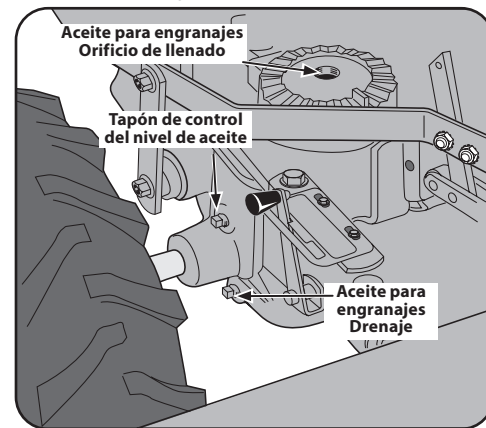

Figura 5-8
- Con una llave de $\frac{3}{4}$ " (o una llave de cubo), retire el perno que sujeta la base del manillar a la parte superior de la transmisión (apuntele primero los manillares para evitar que se caigan). Luego, desenchufe el receptáculo del arnés de cables del Interbloqueo de avance en la parte inferior de los manillares. Deje apartados sobre una superficie limpia la base del manillar y el perno. El orificio del perno en la parte superior de la transmisión es el orificio de llenado de aceite para engranajes. Consulte la Figura 5-8.
- Vierta lentamente aceite para engranajes a través de un embudo limpio para que entre en la transmisión. Pare cuando el aceite para engranajes comienza a fluir desde el orificio de control del nivel de aceite en el costado izquierdo de la transmisión. Consulte la Figura 5-8.
- Coloque un contenedor poco profundo debajo del tapón de drenaje de aceite para engranajes de la transmisión. Consulte la Figura 5-8.